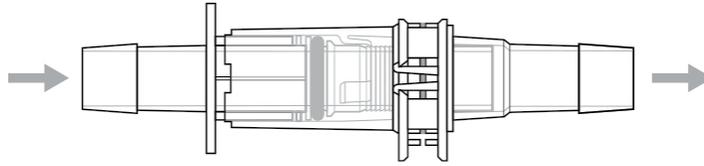

Abbildung 5.35. Starten des Flüssigkeitstransfers.
- Nachdem die Montage des Kleenpak Konnektors abgeschlossen ist, kann die Montagehilfe entfernt werden. Wenn Sie die Montagehilfe entfernt haben, betätigen Sie den Konnektor zur Überprüfung noch einmal bis zum Anschlag. Beginnen Sie dann mit dem Flüssigkeitstransfer (Abbildung 5.35).